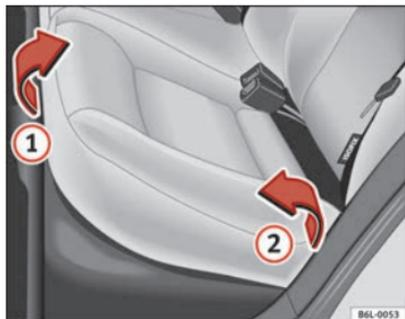
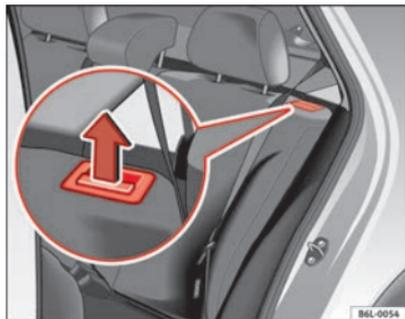

Fig. 77 Levante o assento do banco traseiro
Fig. 78 Botão para desbloquear o encosto do banco traseiro
- Puxe a extremidade dianteira do banco ⇒ Fig. 77 ① para cima na direcção da seta.
- Levante o assento ② para a frente na direcção da seta.
- Puxe o botão de desbloqueio ⇒ Fig. 78 na direcção da seta e rebata o encosto do banco para a frente.